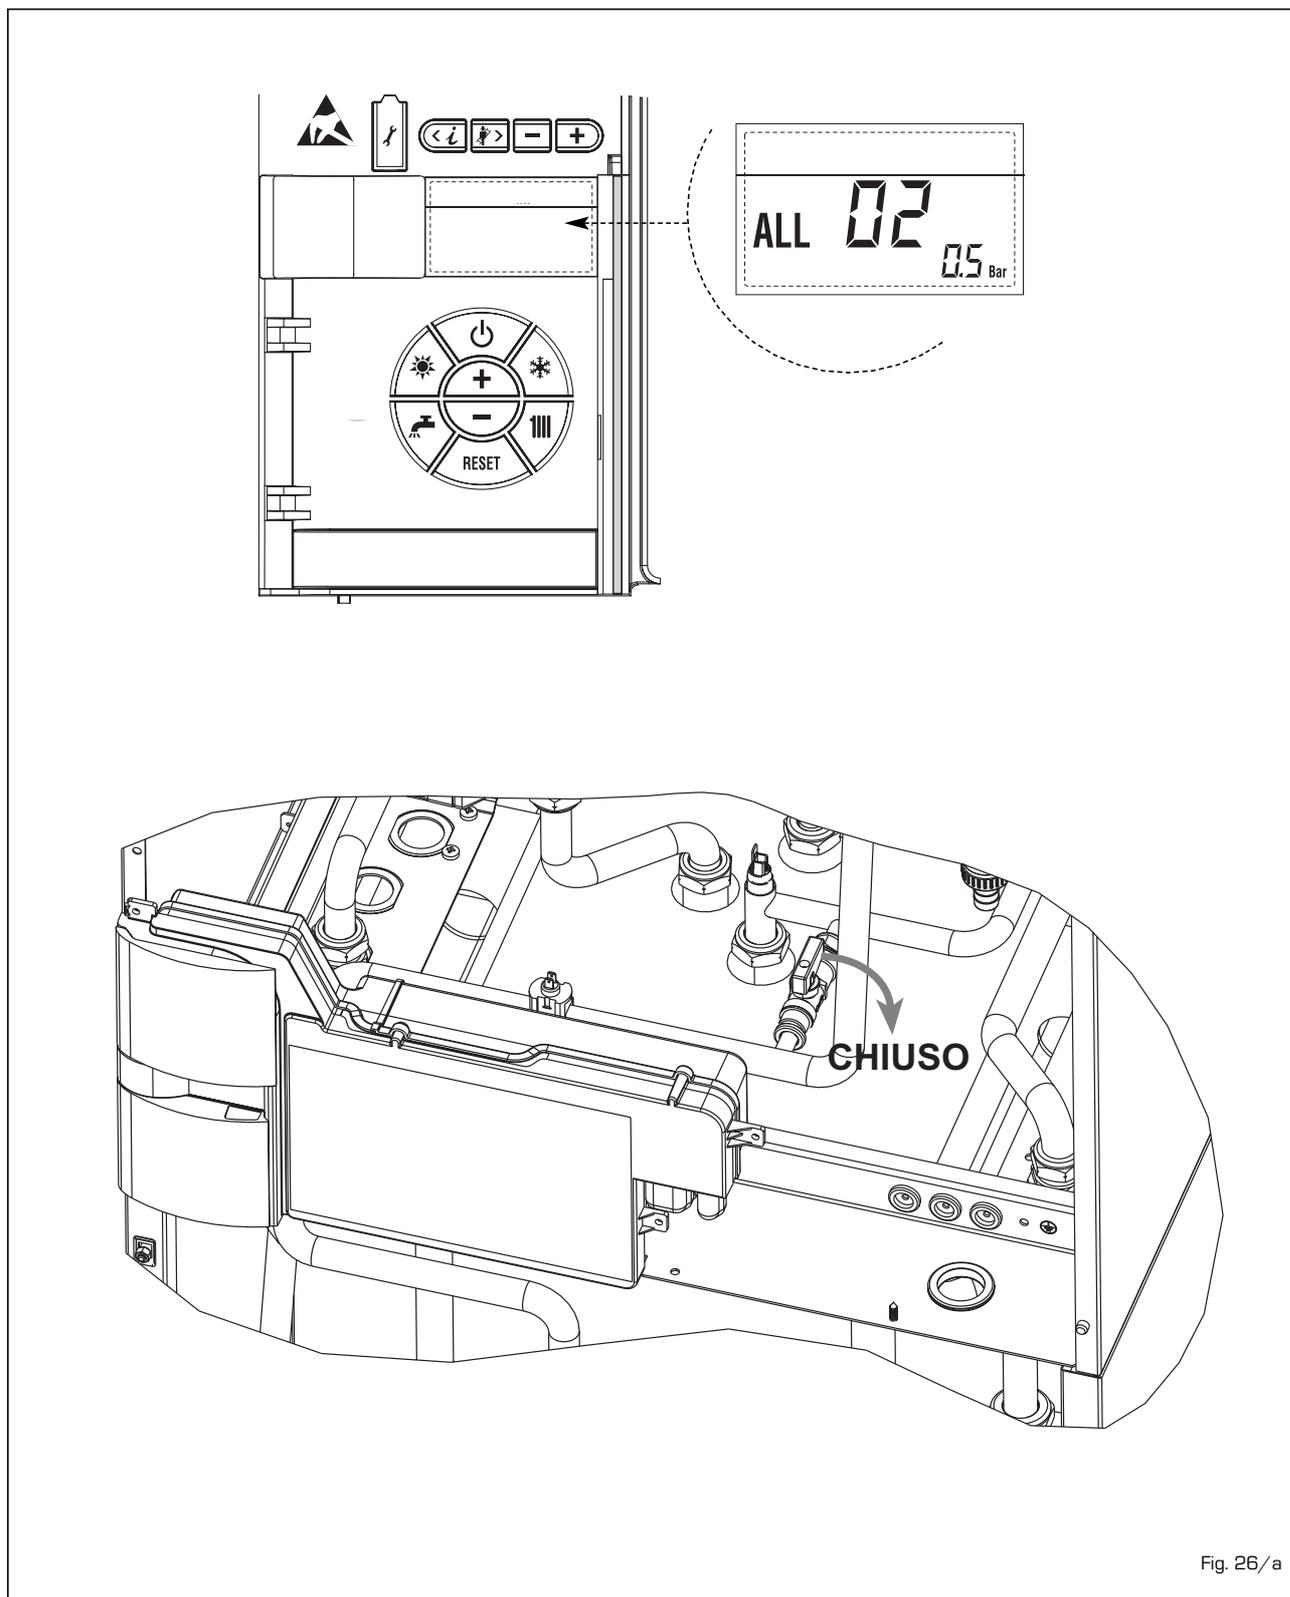

Fig. 26/a
- **ANOMALIA ALTA PRESSIONE ACQUA "ALL 03"** (fig. 26/b)